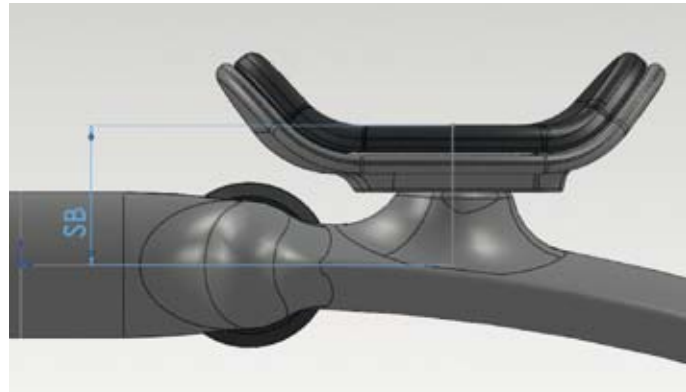

Figura 3a
- pila (SB) e avvicinamento (RB) rispetto alle pieghe del manubrio (figura 3a e 3b).